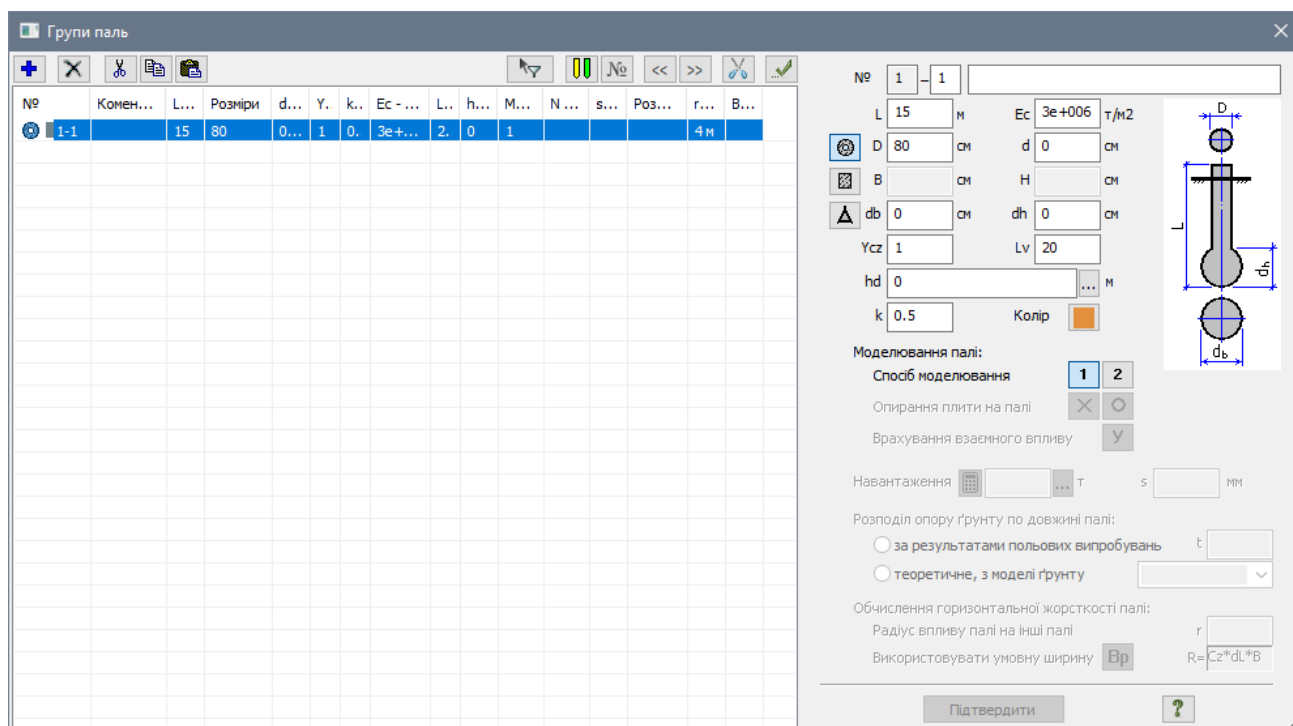

Рис. 22.11. Діалогове вікно **Групи палів**
- У новому діалоговому вікні **Групи палів** (рис. 22.11) натисніть кнопку **Палів круглого поперечного перерізу** і після цього задайте наступні параметри палів: